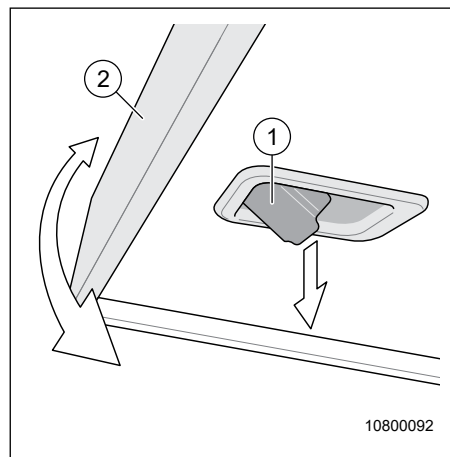

Fig. 61 Lit de pavillon mécanique
4. Déverrouiller le lit de pavillon à l'aide de la poignée (Fig. 61, Pos. 1) et l'abaisser avec la main libre (Fig. 61, Pos. 2).